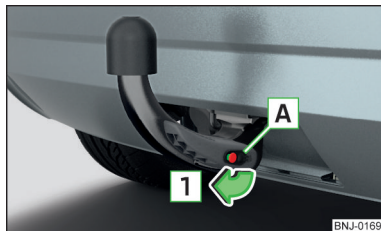

Fig. 158
- Rimuovere il coperchio **A** dalla serratura in direzione della freccia **1** » fig. 158.